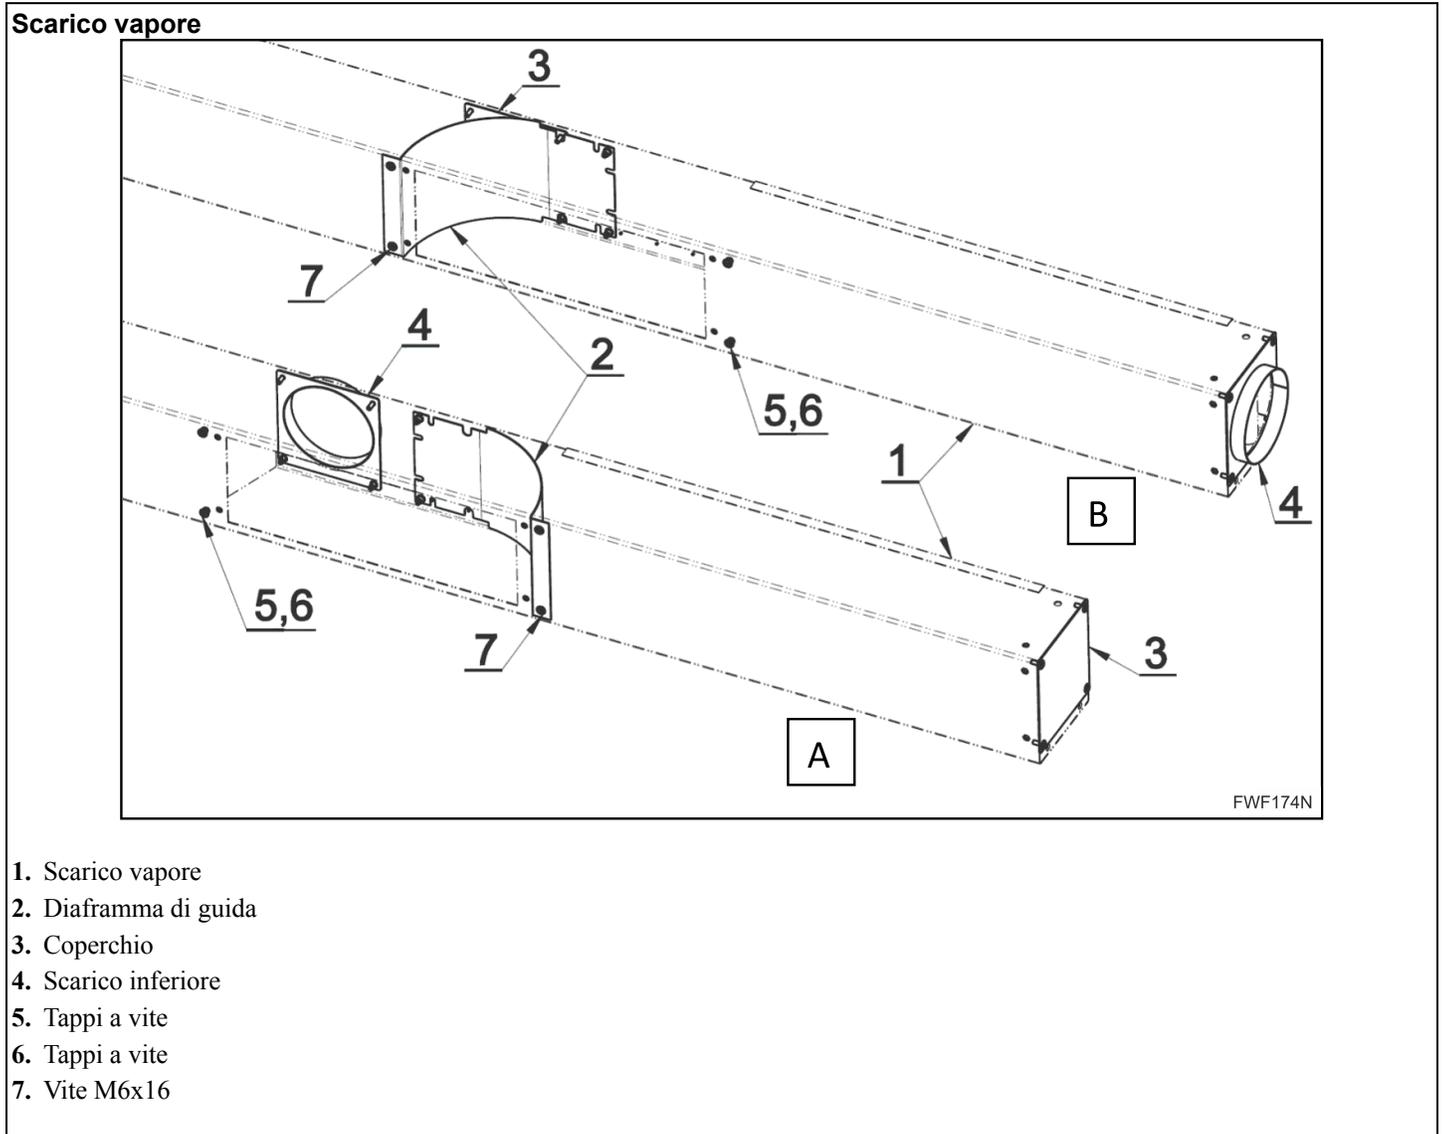

Figura 26
- Per quanto concerne lo scarico del vapore, sono disponibili due versioni di macchine. Vedere la *Figura 26* e il capitolo *Collegamento allo scarico vapore*.
- A – scarico vapore posteriore: *Figura 26* – versione A e *Figura 1*.
- B – scarico vapore a destra: *Figura 26* – versione B e *Figura 12*.
- Cambiamento della posizione del diaframma di guida (2)
- Scambio di posizione dei tappi a vite (5), (6) – 2 pz
- Scambio dei componenti (3) e (4)